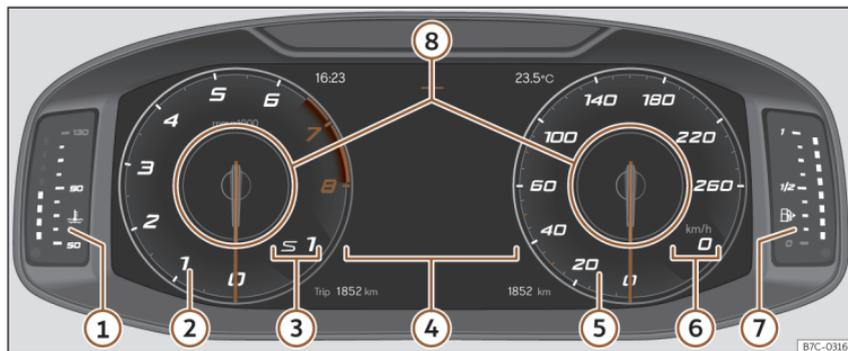

Fig. 50 Digital Cockpit sur le tableau de bord (vue classique).
Dans toutes les vues, il est possible de personnaliser les informations qui apparaissent dans **Profils d'information**» fig. 50 ⑧.
Les aiguilles du compte-tours et du tachymètre sont affichées en entier»» fig. 50 .